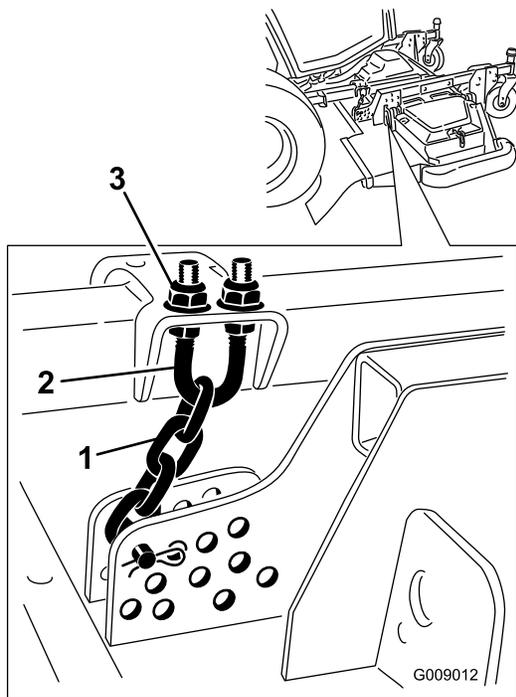

図 134
5. 刈高チェーンのUボルトの上側または下側についているジャムナットをゆるめる 図 134。